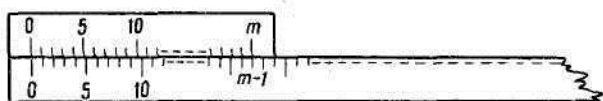

Рис. 1
*Линейным нониусом* называется маленькая линейка с делениями, которая может скользить вдоль большой линейки также с делениями, называемой *масштабом* (рис. 1).